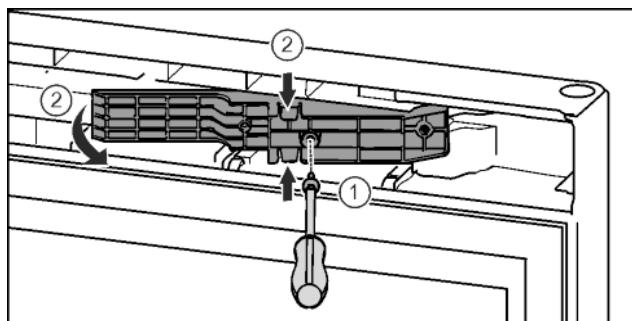

Fig. 16*
- Отпустить винты отверткой T15.* Fig. 16 (1)
- Извлечь деталь адаптера.* Fig. 16 (2)